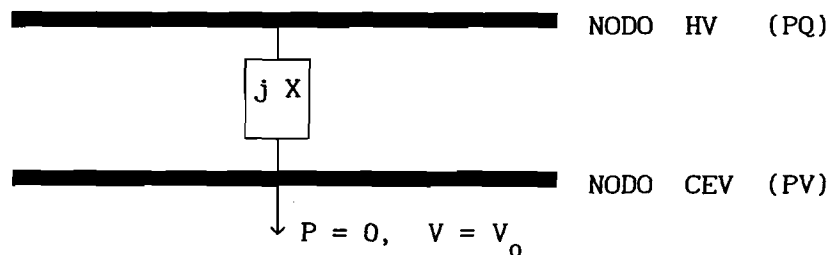

Figura 6. Modelo del CEV para cuando opera dentro de los límites Q_{MIN}, Q_{MAX} y con $D \neq 0$.
- (b) Como un nodo PV en el nodo del CEV con $P = 0$ y $V = V_0$, con una reactancia jX entre los nodos HV y del CEV equivalente a la pendiente D . (Ver Figura 6).